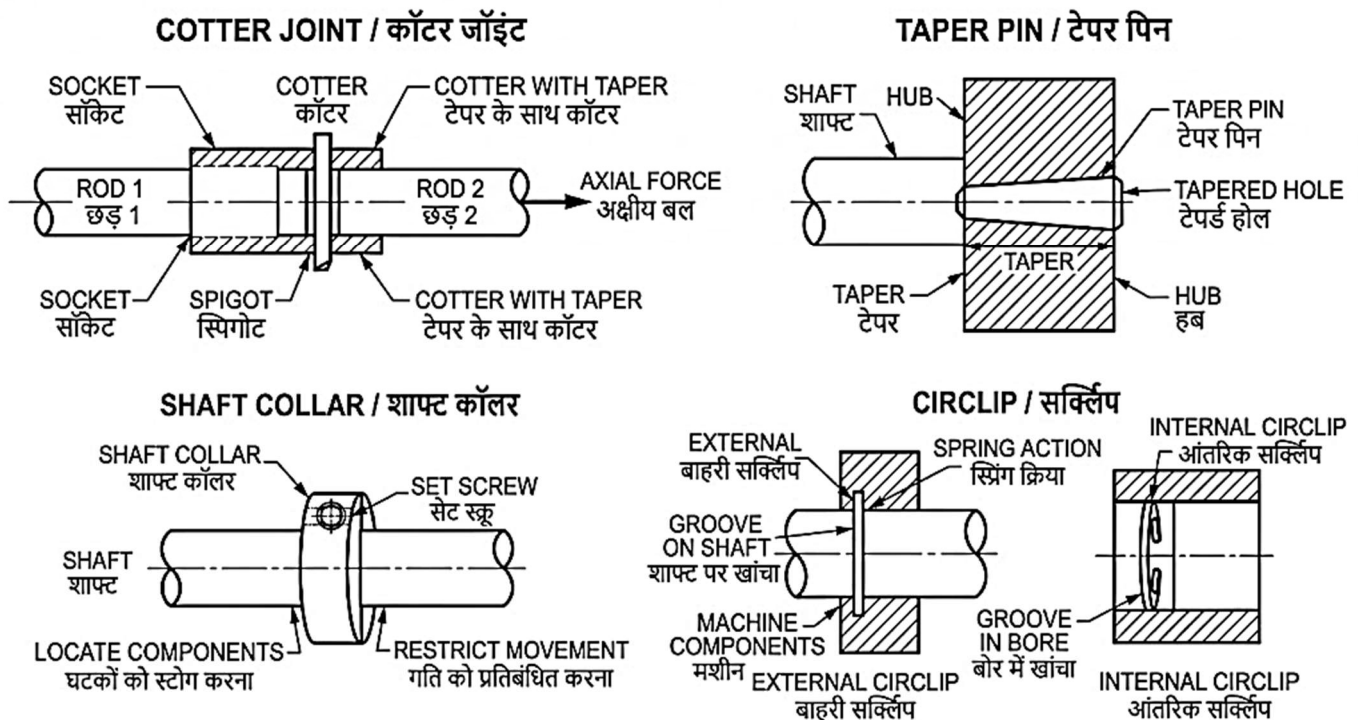

Fig. 7.6: Cotter Joint, Taper Pin, Shaft Collar and Circlip | कॉटर जॉइंट, टेपर पिन, शाफ्ट कॉलर एवं सर्क्लिप्स
7.6.1 Introduction (Fig.7.6)
7.6.1 परिचय (Fig.7.6)